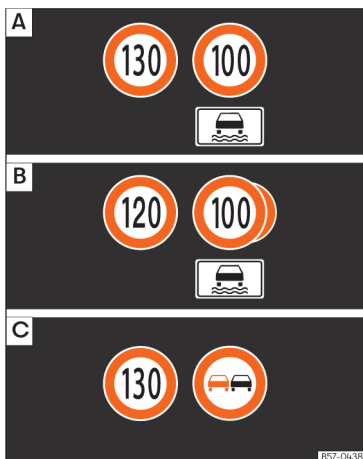

Abb. 10 Display im Kombi-Instrument: Beispiele für erkannte Geschwindigkeitsbeschränkungen oder Überholverbote mit ihren zugehörigen Zusatzzeichen.
Die vom System erkannten Verkehrszeichen werden am Display des Kombi-Instruments **>>> (Abb. 10)** und je nach installiertem Navigationssystem auch im Infotainment-System angezeigt.
Nach Überprüfung und Auswertung der Informationen der Kamera, des Infotainment-Systems sowie der aktuellen Fahrzeugdaten werden im System bis zu drei aktuelle Verkehrszeichen **»» (Abb. 10)**  mit den entsprechenden Zusatzinformationen angezeigt.
• **Erste Stelle:** Das für den Fahrer gegenwärtig gültige Verkehrszeichen wird auf dem Display links angezeigt. Zum Beispiel die Geschwindigkeitsbegrenzung 130 km/h (100 mph) **»» (Abb. 10)** .
denes Geschwindigkeitsgebot, wird das Überholverbotsschild an zweiter Stelle angezeigt **»» (Abb. 10)** .